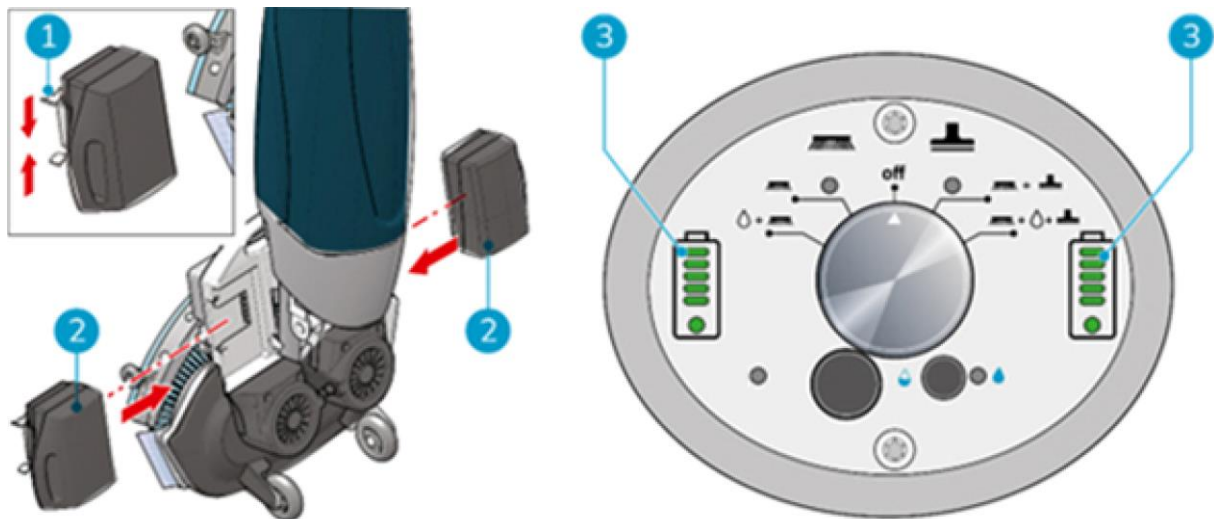

Figure 14
1. Poussez la batterie codée en bleu (Figure 14, pos. 2) dans le logement de batterie bleu. Un clic indique que la batterie est verrouillée en place (figure 14, pos. 1).
3. Pendant le fonctionnement, les indicateurs de batterie (figure 14, pos. 3) sur le panneau de commande indiquent la quantité d'énergie restante.